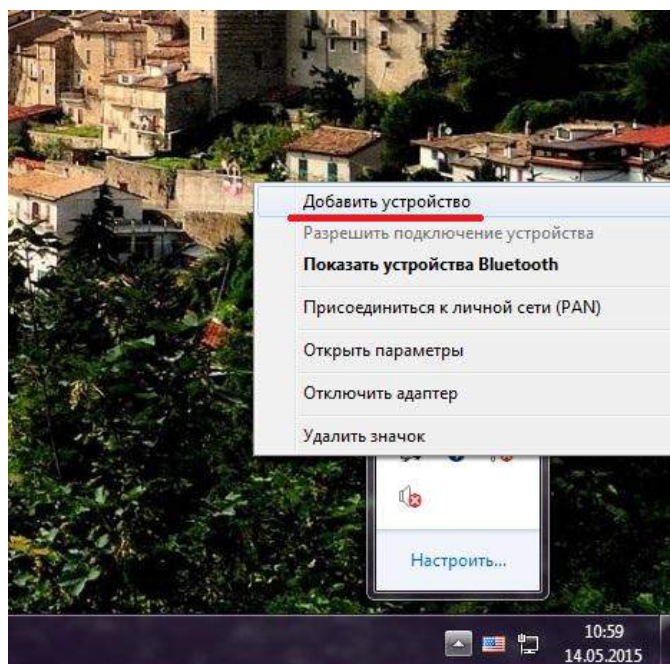

Рисунок 2.55
- 2) нажать правой кнопкой мыши на иконку bluetooth, выбрать «Добавить устройство» (рисунок 2.55);